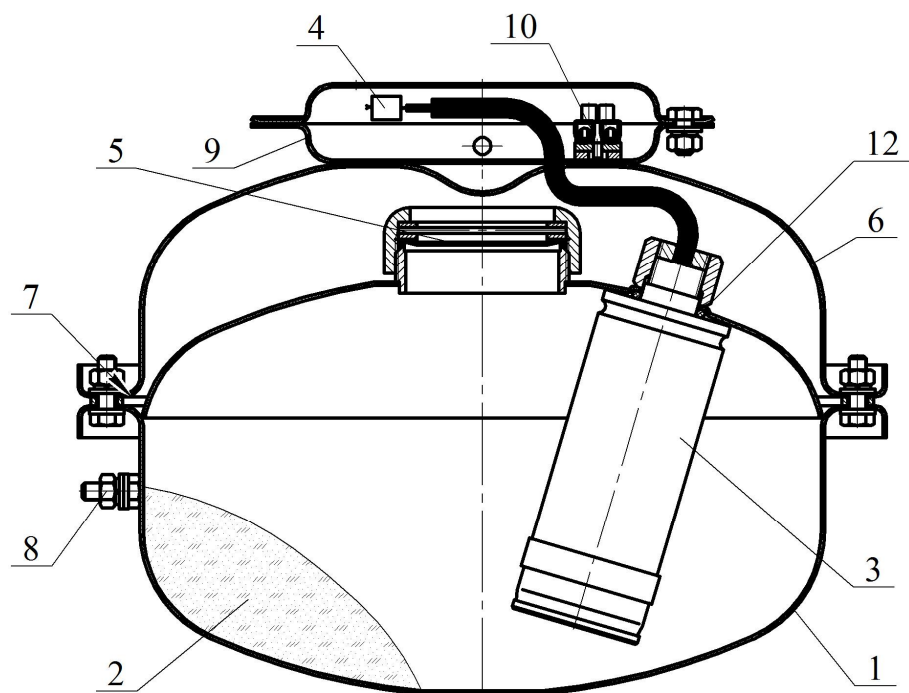
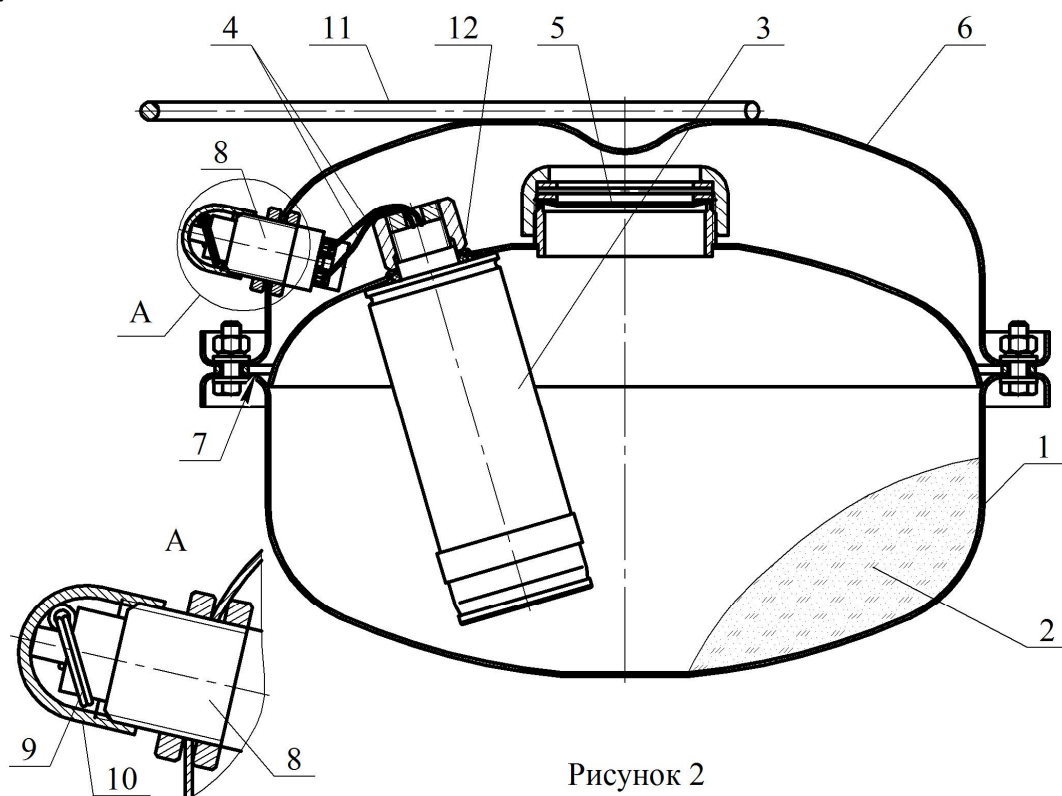
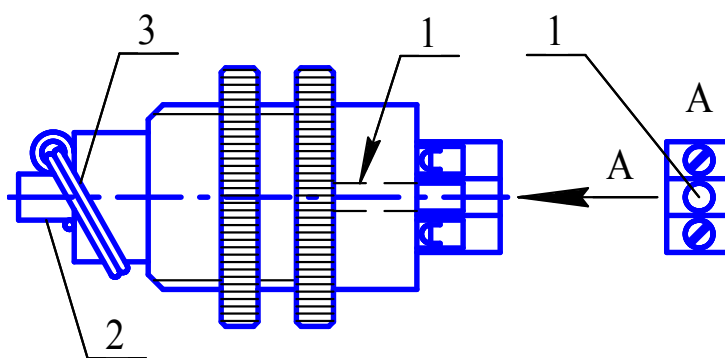

Рисунок 1
Рисунок 2
Рисунок 5
4.1.1 МПП (см. рисунок 1) состоит из корпуса **1**, в котором размещаются огнетушащий порошок (далее по тексту - ОП) **2** и источник холодного газа (далее по тексту - ИХГ) **3** с элементом электропусковым **4**. Сопловое отверстие для выхода ОП из корпуса перекрыто мембраной **5**. Со стороны соплового отверстия корпус **1** соединен с отражателем **6**. Насадок - распылитель **7** для выхода ОП представляет щелевой зазор между корпусом **1** и отражателем **6**. Модуль имеет заземляющий зажим **8**. На отражателе установлен фланец **9**, в котором для соединения выводов элемента электропускового с вводной цепью пускового устройства расположен зажим контактный-винтовой **10**. МПП снабжён кронштейном **11** для крепления к потолочному перекрытию, стене или полу.
4.2.1 МПП (см. рисунок 2) состоит из корпуса 1, в котором размещаются ОП 2 и ИХГ 3 с элементом электропусковым 4. Сопловое отверстие для выхода ОП из корпуса перекрыто мембраной 5. Со стороны соплового отверстия корпус 1 соединен с отражателем 6. Насадок - распылитель 7 для выхода ОП представляет щелевой зазор между корпусом 1 и отражателем 6. На отражателе установлено устройство ручное пусковое 8, которое имеет чеку 9 для запуска МПП и закрыто заглушкой 10. МПП снабжён ручкой 11 для переноса и размещения модуля в зоне пожара.
- хранение МПП без заглушки **10** (см. рисунок 2);
6.1.2 Закрепить кронштейн 11 (см. рисунок 1) на потолке, стене, полу или иной несущей поверхности. Координаты отверстий в кронштейне, предназначенном для крепления МПП, показаны на рисунке 3.
6.2.2 Взять МПП за ручку **11** (см. рисунок 2), свободной рукой с устройства пускового ручного **8** снять заглушку **9** и извлечь чеку **10**.
- ИХГ-5(М)-01 СИАВ 066614.025.000 ТУ для МПП(Н)-5-И-ГЭ-У2, ИХГ-5(М)-02 СИАВ 066614.025.000 ТУ для МПП(Н-Т)-5-И-ГЭ-У2, ИХГ-5(М)-06 СИАВ 066614.025.000 ТУ для МПП(Н-Т1)-5-И-ГЭ-У2 (поз. 3 рисунок 1) или ИХГ-5(М)-05 СИАВ 066614.025.000 ТУ (поз. 3 рисунок 2) для МПП(Н-Р)-5-И-ГЭ-У2 – 1 шт.;
7.4 Для восстановления устройства пускового ручного после срабатывания МПП необходимо через отверстие **1** (см. рисунок 5) в основании устройства поднять шток **2** и закрепить чекой **3**. Для подъема штока **2** необходимо использовать незаостренный стержень диаметром 1,5...2 мм. После восстановления верхнюю часть узла активации закрыть заглушкой **10** (см. рисунок 2).